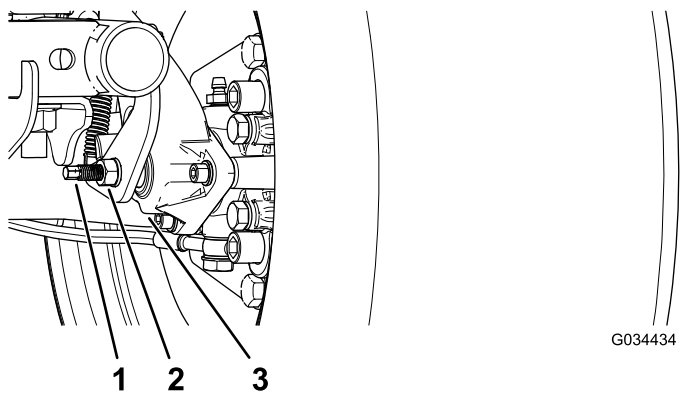

Figura 62
3. Usando 2 llaves, sujete el espárrago de ajuste de la pinza con una llave y afloje la contratuerca ¼ de vuelta con la otra llave (Figura 62).
4. Sujetando el espárrago de ajuste y la contratuerca para que no se muevan, gire el espárrago de ajuste hacia dentro para apretarlo (Figura 62).
5. Sujetando el espárrago de ajuste y la contratuerca para que no se muevan, afloje el espárrago ¼ de vuelta (Figura 62).
6. Sujetando el espárrago de ajuste y la contratuerca para que no se muevan, apriete la contratuerca (Figura 62).